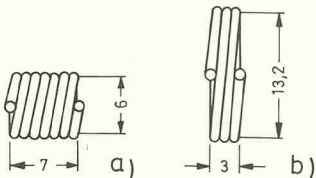

Bild 1. Zwei Zylinderluftspulen gleicher Induktivität, aber mit unterschiedlichen Güten.
– Aus den meisten Formeln erfährt man nichts über die Spulengüte Q. Beispiel: Die beiden Spulen in Bild 1 wurden nach folgenden Formeln berechnet:
Danach haben beide in Bild 1 gezeigten Spulen eine Induktivität
Betrachtet werden nochmals die beiden Spulen gleicher Induktivität in Bild 1: Exemplar a) benötigt ca. 13,2 cm Drahtlänge, Ausführung b) etwa 12,4 cm. Die Spulen unterscheiden sich folglich in ihren ohmschen Widerständen. Der Einfluß des Skin-Effekts hängt unter anderem vom Drahtdurchmesser ab, der des Proximity-Effektes vom Windungsabstand. Fazit: Der Verlustwiderstand R und damit die Güte Q einer Zylinderspule hängen (auch) von ihrem geometrischen Aufbau ab.